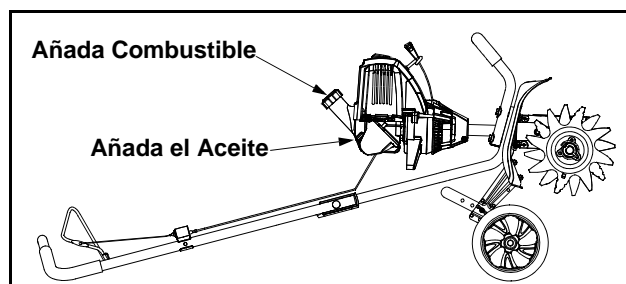

Figura 8
- **Comprobando el aceite, la unidad debería ser puesta atrás en la posición horizontal sobre una superficie plana.** Vea Figura 8.
- **Añadiendo el aceite, la unidad debería ser puesta atrás en la posición horizontal sobre una superficie plana.** See Figura 8.